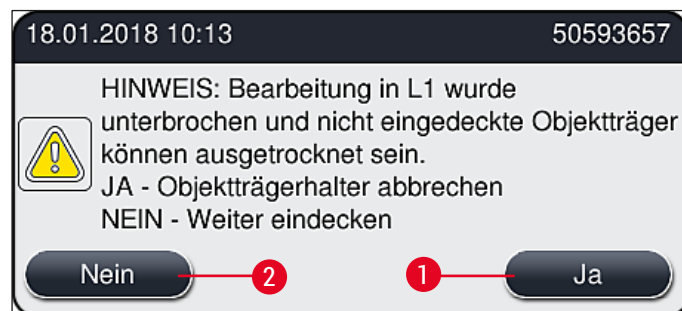

Abb. 112
9. Die Gerätesoftware führt eine Füllstandskontrolle durch. Ist diese beendet, erhält der Benutzer eine Hinweismeldung (→ Abb. 112).